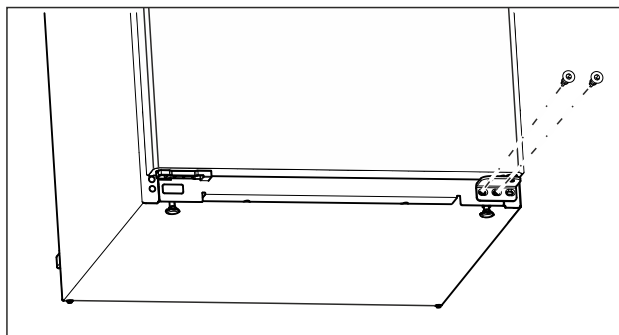

Fig. 12
- Pomocí šroubováku Torx 20 vyšroubujte prostřední šroub na spodním stojanu ložiska. (viz Fig. 12)
- Šroubovákem Torx 20 vyšroubujte vnitřní šroub na spodním stojanu ložiska. (viz Fig. 12)